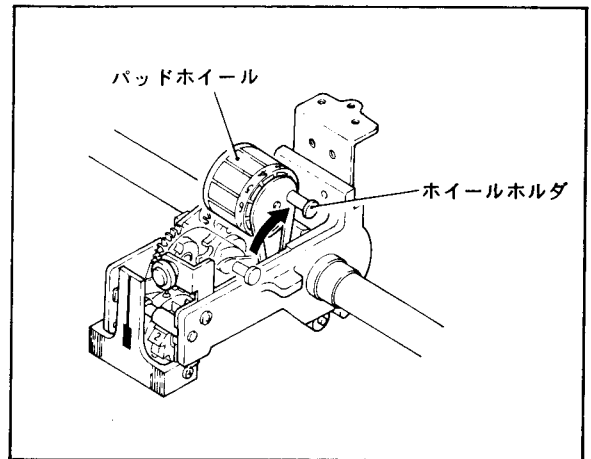
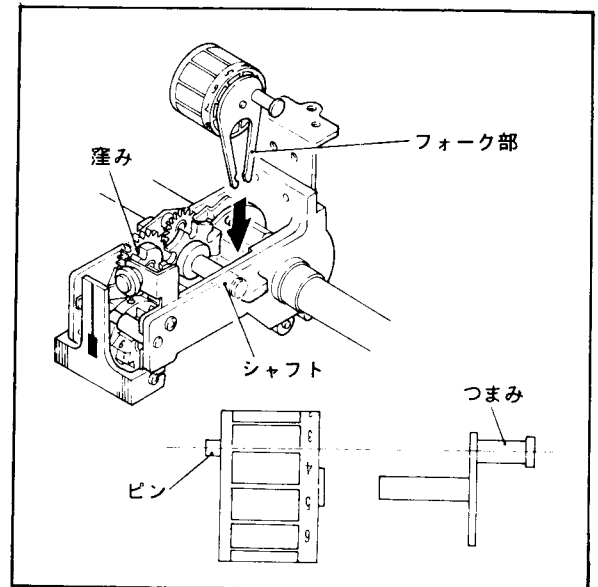

図11-9 パッドホイールのはずし方
図11-10 パッドホイールの挿入
- (1) 扉をあけ内器を引き出し、SUPPLYスイッチとRECORDスイッチをONにし、パッド№2が上部に来た時、SUPPLYスイッチをOFFにします。電源を投入しないでパッドホイールを回転させたい時は、(6)項参照。
- (2) ホイールホルダのつまみを持って、図の矢印の方向に止まるまで引き上げ、そのまま上部へ引き抜きます(図11-9)。
- (3) 挿入は、はずした時と同じ状態(パッドホイール駆動ギヤの窪みが上に来る)で挿入します。
- (4) パッドホイールのピンとホイールホルダのつまみの位置が一直線になるように組合して、フォーク部をシャフトに強く押し込みます。ピンと駆動ギヤの窪みを一致させます(図11-10)。
- (5) この状態で再度シャフトとフォーク部が確実に結合していることを確認し、SUPPLYスイッチをONにして、6回位打点させて挿入ミスの無い事を確認します。挿入が正しくないと、運転時打点機構が正常に作動しません。(この状態で放置しますと、記録紙モータの過負荷状態が続き、故障の原因となります。)